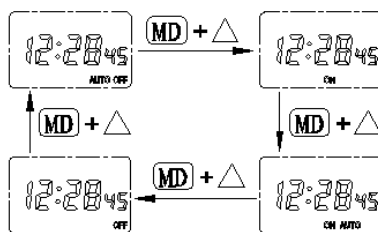

图14 时控开关手动/自动设定流程图
4.4 同时按下“MD”和“+”键可切换手动/自动状态。连续按该组合键，屏幕依次显示“OFF”、“AUTO OFF”、“ON”、“ON AUTO”，如图14所示。当运行过程中需要手动开、关电路时，可通过该组合键使开关状态调到开（ON）、关（OFF）；若时控开关需要根据设置时间自动工作，则需通过该组合键使开关状态调到“ON AUTO”或“AUTO OFF”位置，这样时控开关才能按设定的时间工作，实现自动控制，如图14所示。